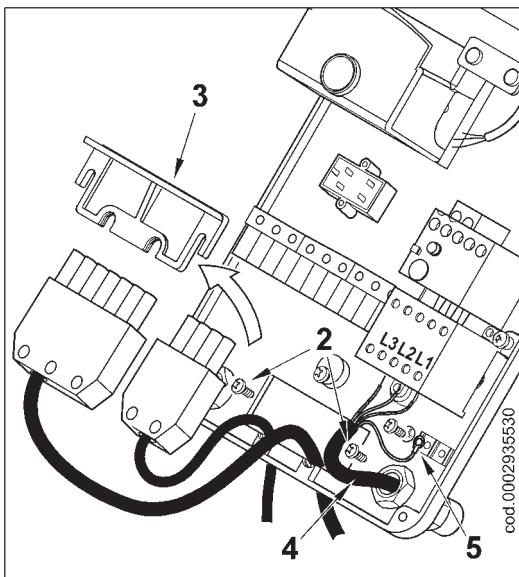

Рисунок 2
- 2) Для моделей с трёхфазной линией питания открутите 2 винта (1) и отведите слегка назад крышку, чтобы отцепить её от опорного цоколя (см. рис. 2). Приподнимите крышку, чтобы получить доступ к компонентам электрического щита.
- 2) Ослабьте винты (2), уберите зажимную пластинку (3), через отверстие пропустите 7-штырьковый и 4-штырьковый разъёмы (см. Рисунок 2). Если горелка трёхфазная - соедините питающие провода (4) с дистанционным выключателем, зафиксируйте заземляющий провод (5) и затяните соответствующий хомутик.